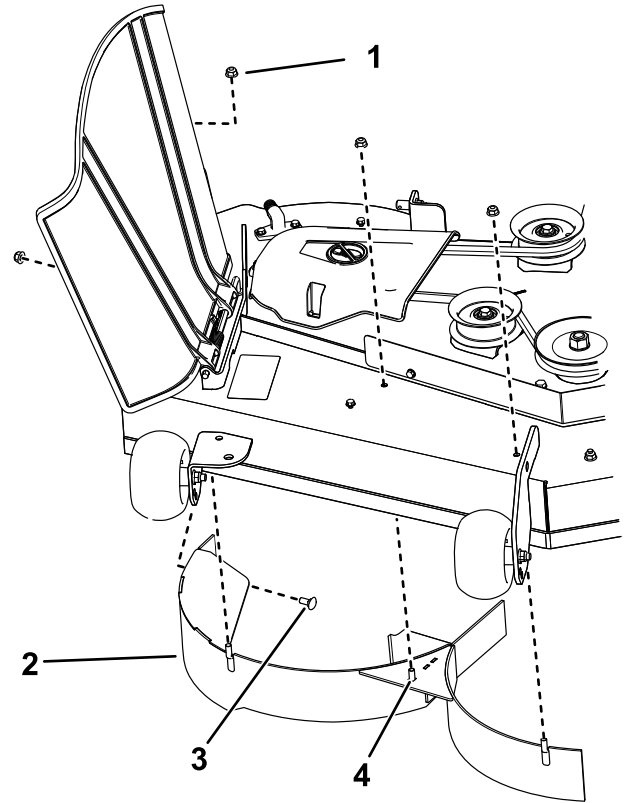

Figura 13
4. Retire las 3 contratuercas (5/16") de los espárragos soldados del deflector derecho (Figura 13).
5. Retire los 2 pernos de cuello cuadrado y las 2 contratuercas que fijan el deflector derecho a la carcasa y retire el deflector (Figura 13).
6. Localice los 3 pernos en las piezas sueltas y utilice las contratuercas existentes para instalar estas fijaciones en los taladros utilizados para los espárragos soldados (Figura 13) para evitar que se arrojen residuos al aire.